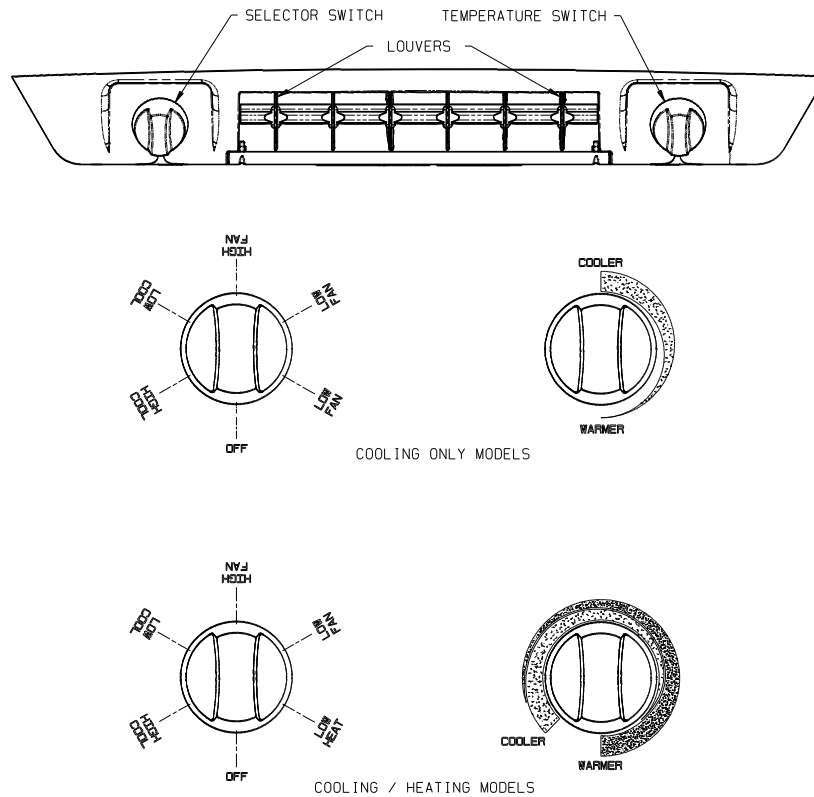

FIGURE 1
A. The Selector Switch – The selector switch determines which mode of operation the air conditioner will be in. By rotating the selector switch, the operator can obtain any system function desired. System functions vary depending upon options of both the roof top unit and ceiling assembly. Figure 1 shows selector switch location and lists all available functions by model.
For “Heat/Cool” models, the thermostat also controls the “ON” and “OFF” temperature settings of the heater assembly (See Figure 1).
I. For Cooling (Refer to Figure 1, page 3).
IV. For Heating (“Elect-A-Heat” Ceiling Assembly Model Only) Refer to Figure 1, page 3).
V. For Air Circulation Only (Refer to Figure 1, page 3).
Le sélecteur détermine le mode de fonctionnement du climatiseur. En le tournant, l'opérateur peut obtenir toutes les fonctions du système voulues. Celles-ci varient selon les options de l'unité du toit et du plafond. Le figure 1 illustrent l'emplacement du sélecteur et énumèrent toutes les fonctions disponibles par modèle. La section «fonctionnement» explique les caractéristiques de fonctionnement de chaque mode.
Pour les modèles «chaleur/refroidissement», le thermostat contrôle aussi les réglages de température «ON» et «OFF» du radiateur. Voir figure 1 à la page 3.
Pour le refroidissement (se reporter aux figure 1, page 3).